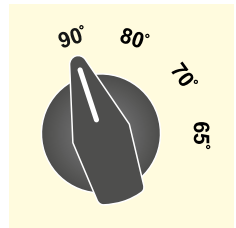

Рис. 15
В котле смонтирована автоматическая заслонка регулирования подачи воздуха (11) (см. рис. 1). Котлу, достигнув желаемую температуру (согласно положениям рукоятки (10) регулятора см. рис. 15), отверстие подачи воздуха автоматически закрывается и интенсивность горения понижается.
Желаемая температура котла соответствует положениям заслонки подачи воздуха, отображенным на рис. 15.
Примечание. Возможно несовпадение делений рукоятки регулятора (10) с показаниями термометра (9) (см. рис. 1 и рис. 15).